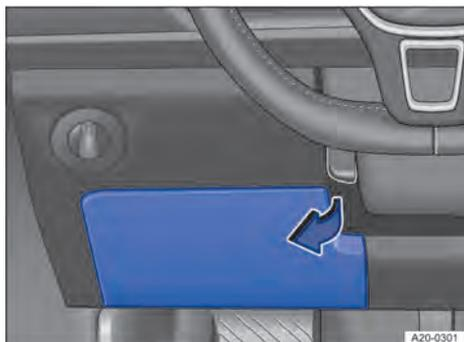

Fig. 135 En el lado izquierdo, junto al volante: tapa de la caja de fusibles del tablero de instrumentos (representación esquemática).
- Retire la tapa tirando lateralmente en el sentido de la flecha → fig. 135.
- Para *montarla*, presione la tapa en los alojamientos del tablero de instrumentos en el sentido contrario al de la flecha hasta que encastre de forma audible → fig. 135.